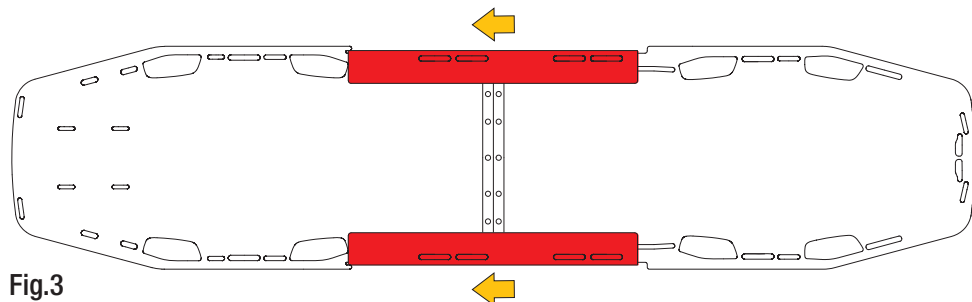

Fig.3
b) far scorrere i longheroni di irrigidimento fino a bloccarli in corrispondenza delle fresature laterali della tavola spinale (fig. 3),